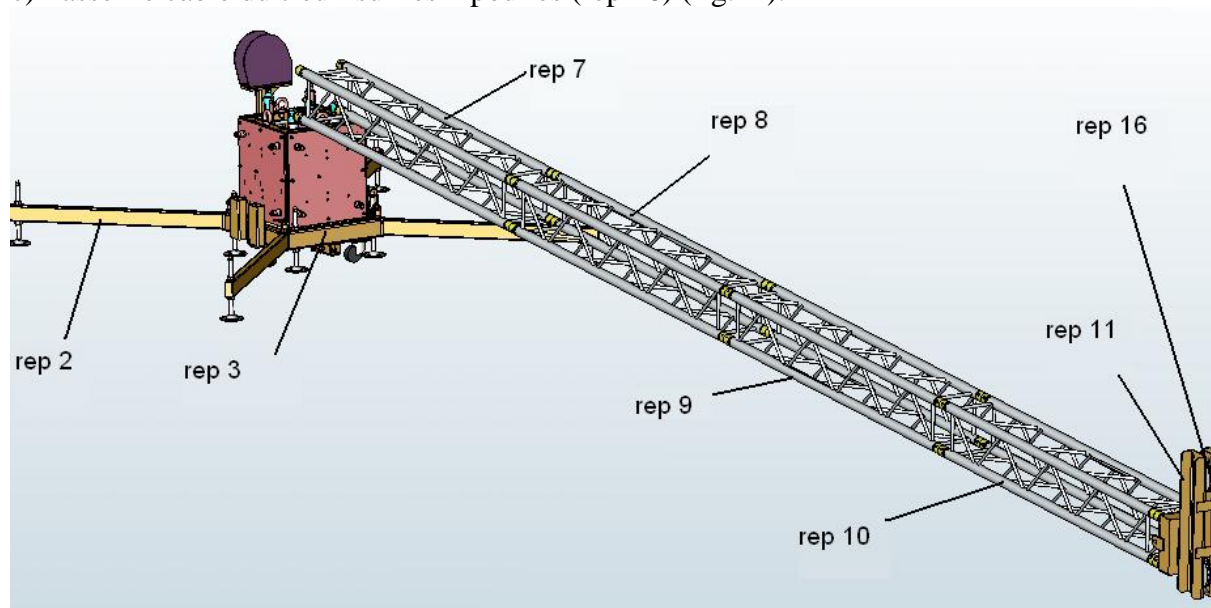

fig.11
c) Passer le câble du treuil sur les 2 poulies (rep 16) (fig.11).